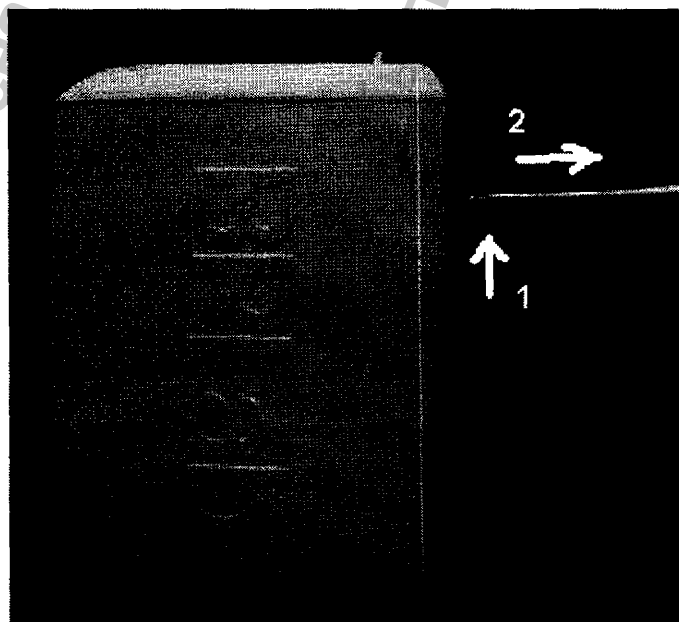

Рис. 10. Подключение кабеля связи к монитору "БиПиЛаб"
- подключение к кабелю связи монитора "БиПиЛаб": вставьте разъем кабеля переходника ВР.005.014 в электрический разъем монитора так, чтобы сработала защелка (см. Рис. 10), а разъем мини-USB кабеля связи ВР.М000.004 - в соответствующее гнездо переходника
- подключение к кабелю связи монитора "БиПиЛаб": вставьте разъем кабеля связи в электрический разъем монитора так, чтобы сработала защелка (см. Рис. 10).